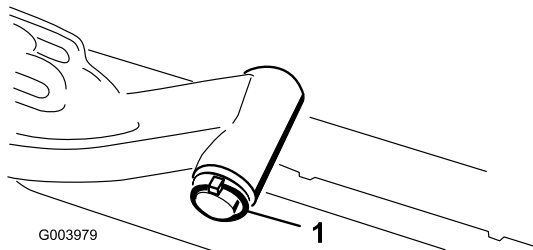

Bild 11
- A. Nehmen Sie den Klappstecker und die Scheibe ab, mit denen die Gelenkwelle des Hubarms am Hubarm befestigt ist. Schieben Sie die Gelenkwelle des Hubarms aus dem Hubarm (**Bild 11**).
- C. Setzen Sie die Hubarmwelle in den Hubarm ein und befestigen Sie sie mit der Scheibe und dem Klappstecker (Bild 11).